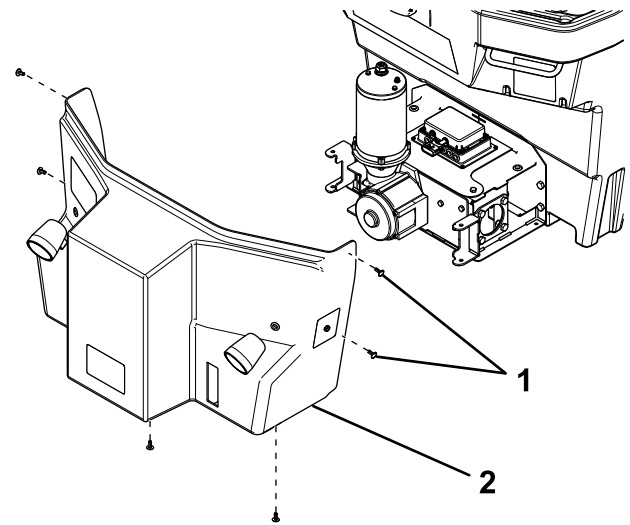

Figura 1
4. Retire los clips de plástico que sujetan la cubierta trasera a la tolva (Figura 1).